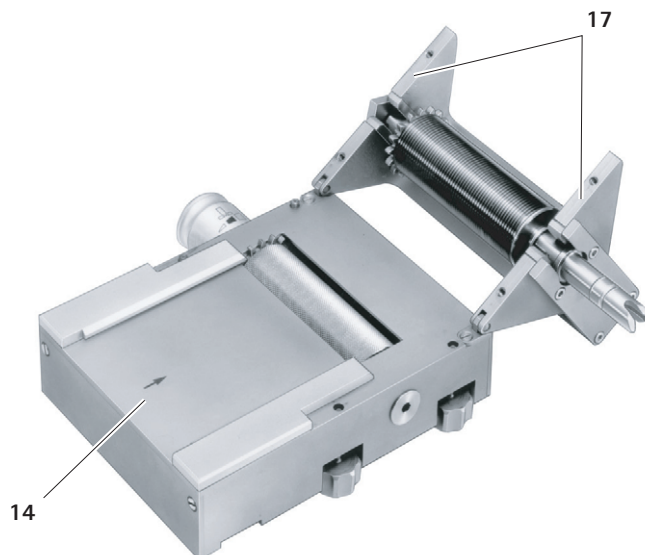

Fig. 2
- Fäll upp ovan delen 17, se Fig. 2.
- Fäll överdelen **17** på underdelen **14**, se Fig. 2.